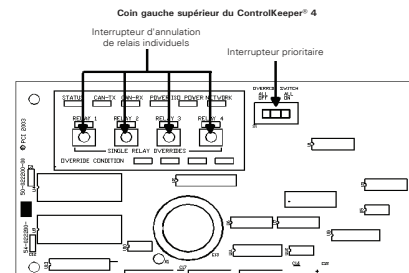

Figure 10. DEL d'état du ControlKeeper 4
Il y a six (6) systèmes de statut DEL qui se trouvent dans le coin supérieur gauche du ControlKeeper 4. Consultez la Figure 10 pour connaître l'emplacement de ces statuts DEL. Ces statuts DEL indiquent le bon fonctionnement et les problèmes potentiels liés au ControlKeeper 4. Un fonctionnement normal comprend les statuts DEL suivants:
Il existe quatre DEL d'état de relais, une pour chacun des relais du ControlKeeper 4. Consultez la Figure 10 pour connaître l'emplacement de ces DEL de statut. Les DEL d'état de relais indiquent si le relais correspondant est sous tension ou hors tension. Lorsque le relais est sous tension, sa charge doit être active. Lorsque le relais est hors tension, sa charge doit être inactive.